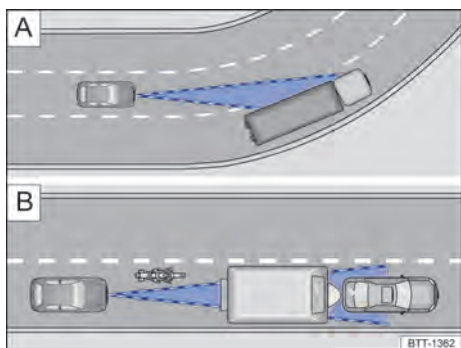

Fig. 98 A) Conducción en curva. B) Vehículos fuera del área de alcance del sensor de radar
El sensor de radar frontal siempre realiza las mediciones en dirección recta. Por lo tanto, los vehículos en curvas cerradas pueden detectarse accidentalmente o los vehículos que se encuentran adelante pueden no detectarse → fig. 98 A).
- Vehículos que conducen fuera del área de sensor, a poca distancia del propio vehículo, por ejemplo, motocicletas → fig. 98 B).